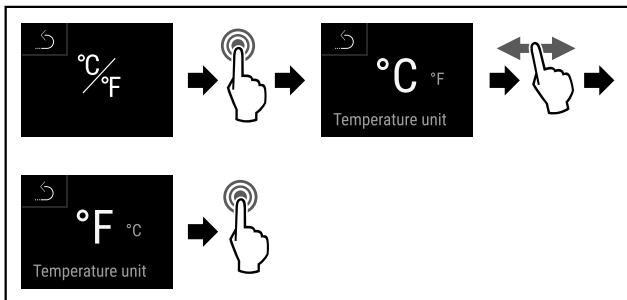

Fig. 90
- ▶ Провести етапи операцій (див. Fig. 90) .